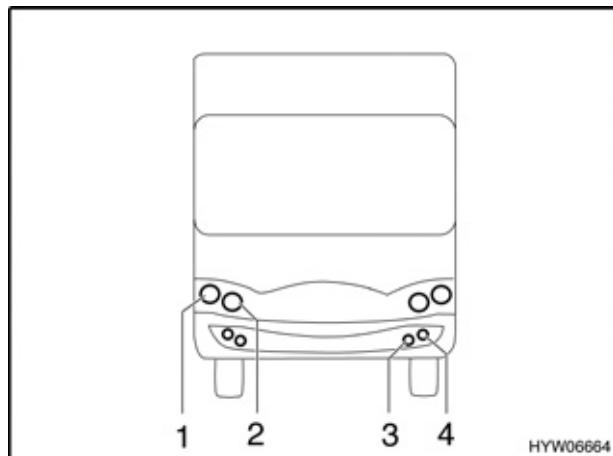

Fig. 156 Luci frontali (classe B/Star-Line)
**Classe B/Star-Line****Luce fendinebbia (Fig. 156,3)**
**Indicatore di direzione (Fig. 156,4)**
**Abbagliante/luce di posizione (Fig. 156,2)**
**Faro anabbagliante (Fig. 156,1)**